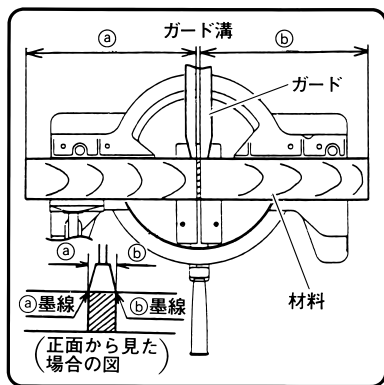

図 20
- (1) 材料を切断する際、この刃の厚さが切削されますので、**Ⓐ**の長さが必要な場合、墨線をガード溝またはこの刃側面の左側に、**Ⓑ**の長さが必要な場合、右側に合わせてください。(図20)
- (2) スイッチを入れたこの刃の回転が完全に上がって安定してから、ハンドルを静かに下げて材料に近づけます。
- (3) この刃が材料に接したらハンドルを徐々に押し下げて切込みます。
- (4) 切断が終わったところでスイッチを切り、この刃が完全に停止してからハンドルを持ち上げ、もとの位置にもどしてください。